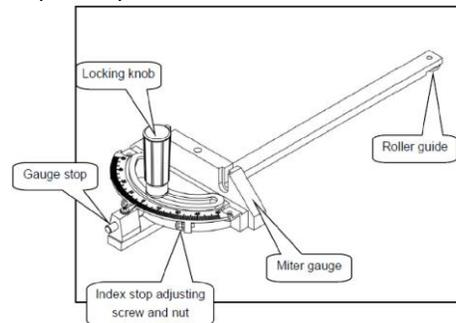

Рис.36
7.6 Регулировка угла наклона пилы см. следующий рис.36